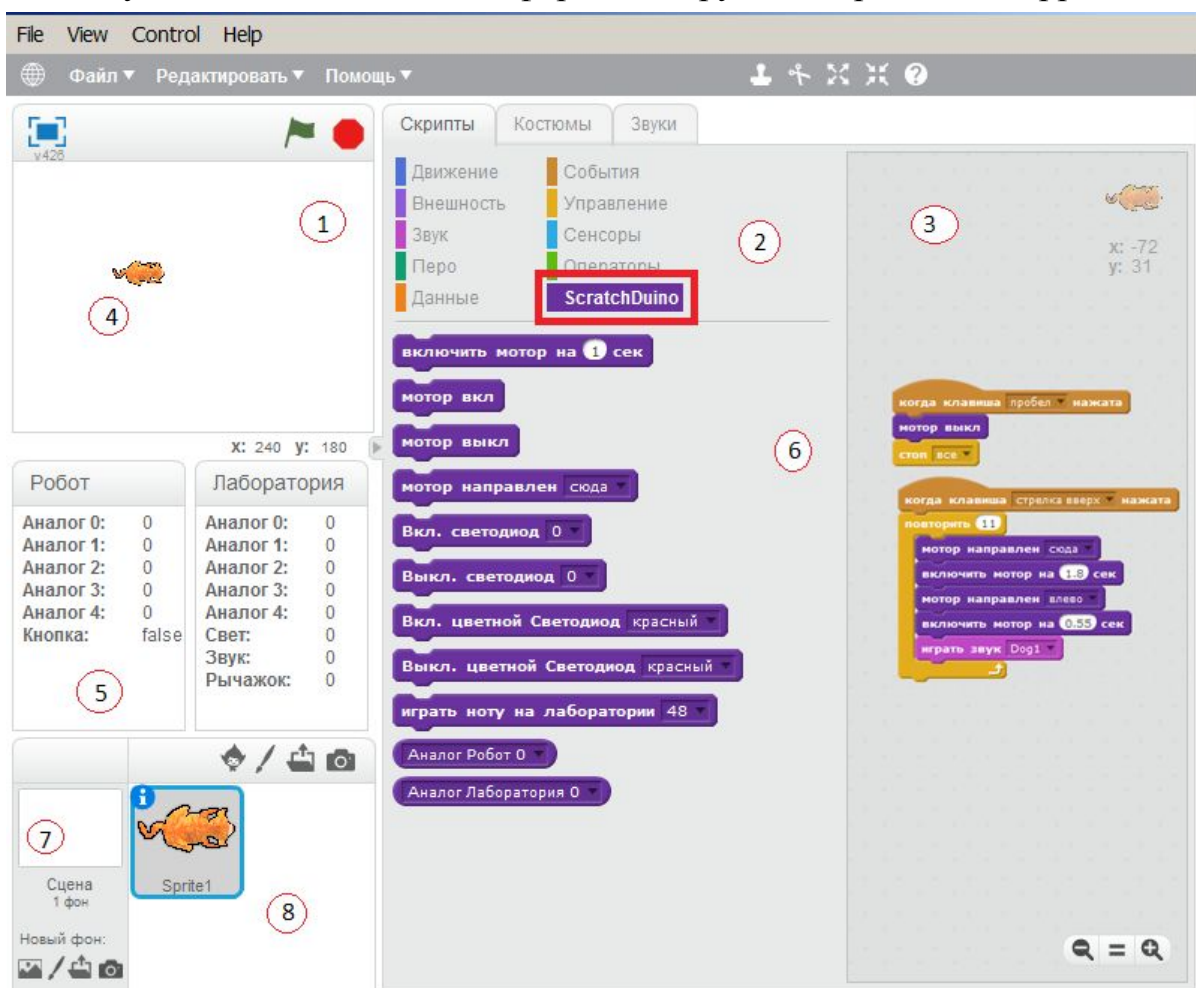

Рис. 153. Окно ScratchDuino2:
3. Запустите приложение ScratchDuino2 (рис. 153). Посмотрите на Control Panel и убедитесь, что Робоплатформа обнаружена и работает корректно.